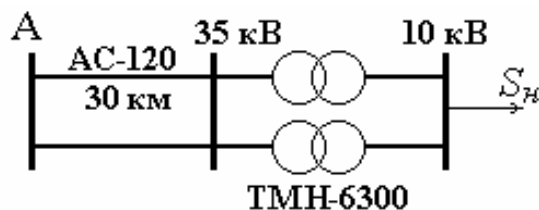

Рис. 67. Схема сети к задаче 49
**Задачи 49.** Потребитель электрической энергии подключен к шинам 10 кВ понизительной подстанции (рис. 67). В течение 5000 ч его мощность равна 10 МВ·А при  $\cos \varphi_n = 0,85$ ,
**Задача 50.** К шинам 10 кВ понизительной подстанции (рис. 67) подключены два потребителя, имеющие максимальные мощности  $P_{н1} = 5000$  кВт и  $P_{н2} = 3500$  кВт и различное число часов использования максимальной нагрузки  $T_{нб1} = 3000$  ч,  $T_{нб2} = 5600$  ч. Коэффициент мощности нагрузок  $\cos\varphi_{н1} = \cos\varphi_{н2} = 0,8$ . *Определить* потери энергии за год в рассматриваемой электрической сети.